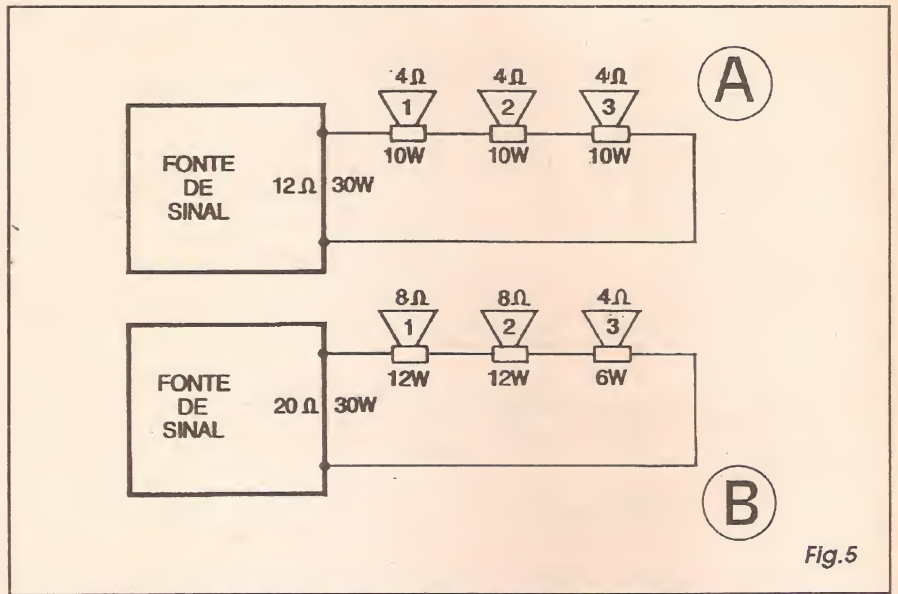

Fig. 5
- FIG. 5 - A POTÊNCIA NOS ALTO-FALANTES EM SÉRIE - Num conjunto de falantes EM SÉRIE, é importante notar que a POTÊNCIA total fornecida ao grupo, pela fonte de sinal, é *proporcionalmente dividida* entre os transdutores individuais, sempre em função da IMPEDÂNCIA de *cada* falante envolvido! Dizendo de outro modo: no conjunto, os alto-falantes de *maior* IMPEDÂNCIA deverão *aguentar* o manuseio de *maior* POTÊNCIA, sempre de forma proporcional... No primeiro exemplo da figura (5-A) como os três falantes associados EM SÉRIE apresentam uma IMPEDÂNCIA INDIVIDUAL de 4 ohms, eles podem - para perfeito